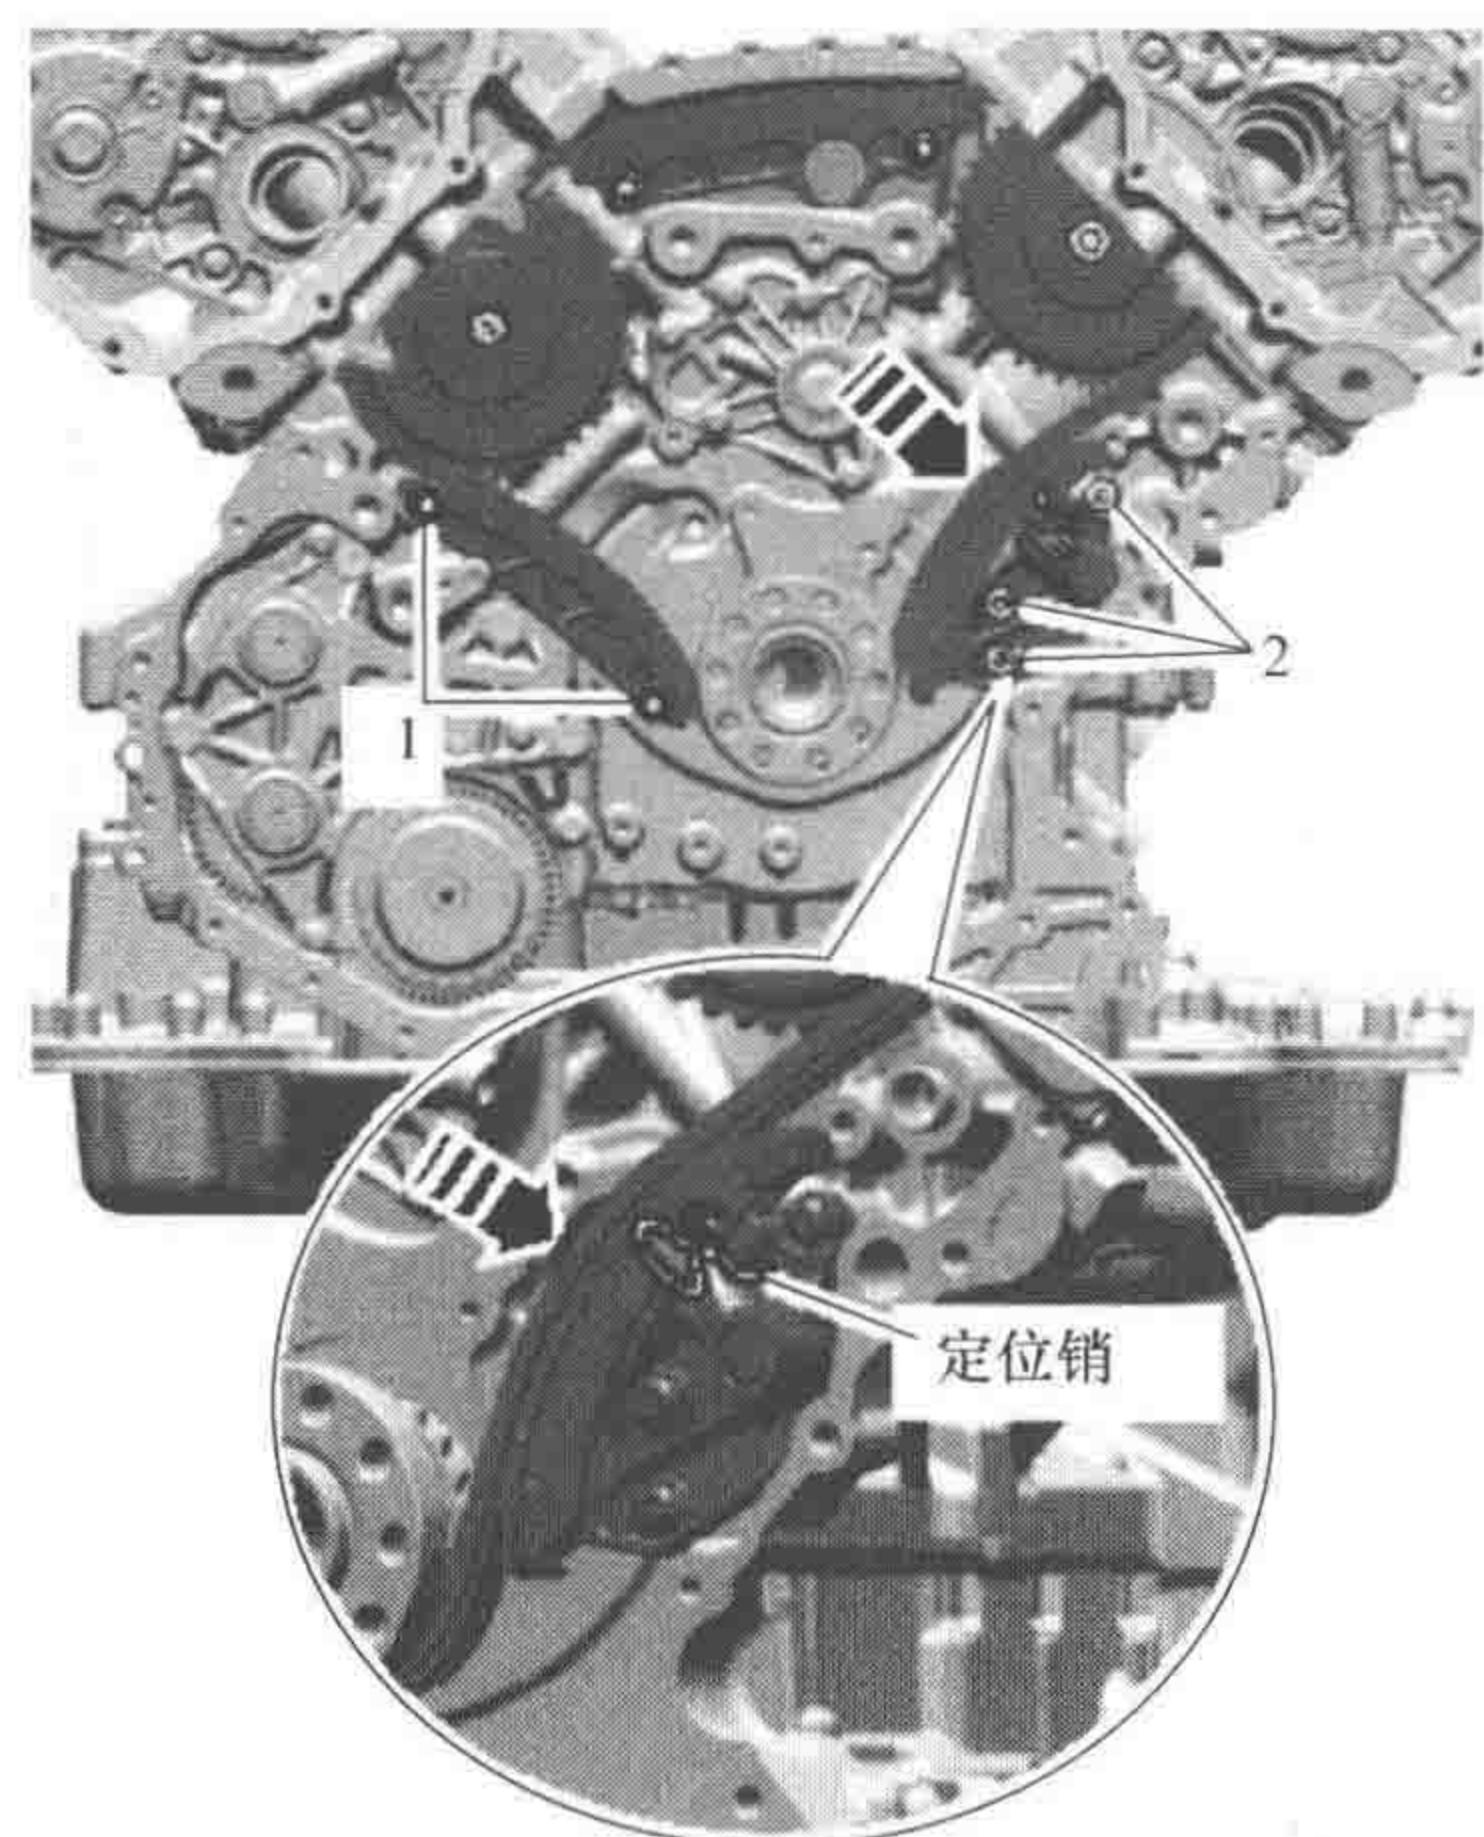

图 1-1-18
(13) 沿图 1-1-18 所示的箭头方向按压驱动链条张紧器的滑轨, 并用定位销卡住链条张紧器。为重新安装驱动链, 用彩色箭头标记转动方向。
(14) 如图 1-1-18 所示, 拧出螺栓 1 并取下滑轨。
(15) 如图 1-1-18 所示, 拧出螺栓 2 并取下链条张紧器。
(16) 取下控制机构驱动链。
(1) 根据拆卸时所做标记把控制机构驱动链放到驱动链轮上。
(2) 如图 1-1-18 所示, 安装滑轨并拧紧螺栓 1。
(3) 如图 1-1-18 所示, 安装链条张紧器并拧紧螺栓 2。
(4) 如图 1-1-18 所示, 沿箭头方向按压传动链张紧器的滑轨, 并将定位销从链条张紧器中拔出。
(5) 旋转曲轴, 将曲轴 1 用曲轴锁止螺